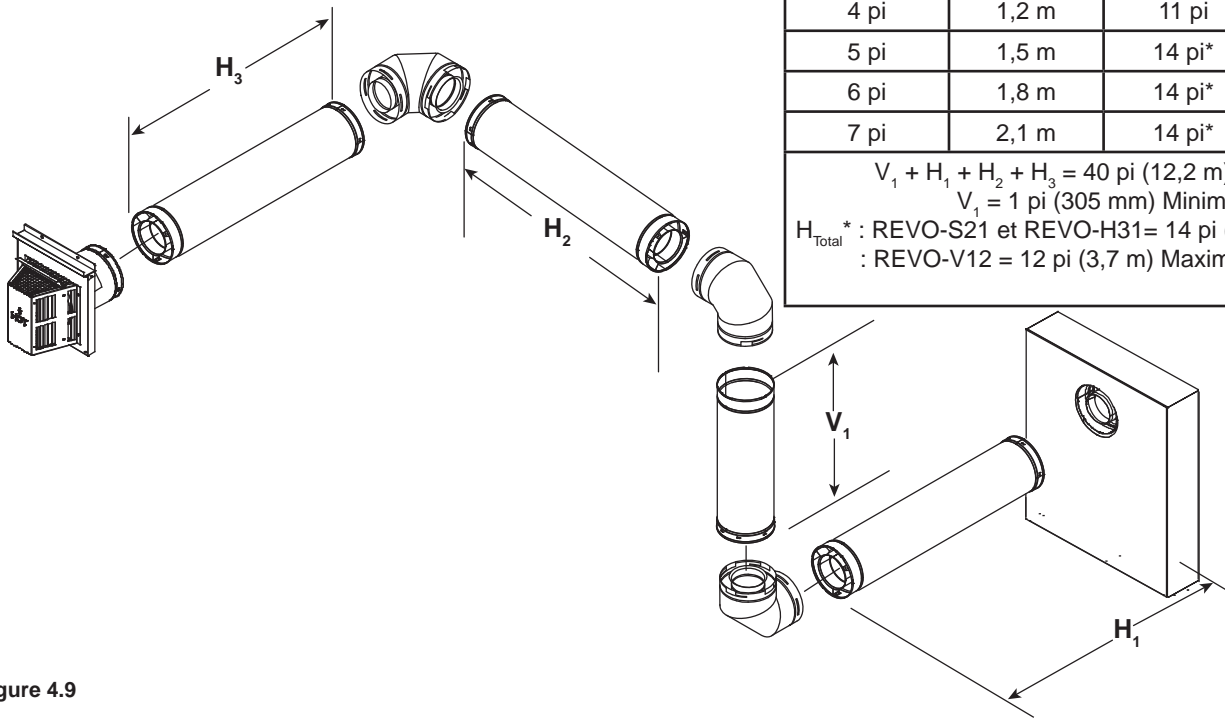

Figure 4.9
- Un maximum de trois coudes de 90° (ou six coudes de 45°) pourraient être utilisés pour toute configuration de conduit d'évacuation. Certains coudes peuvent être installés horizontalement. Voir les figures 4.9 et 4.12.